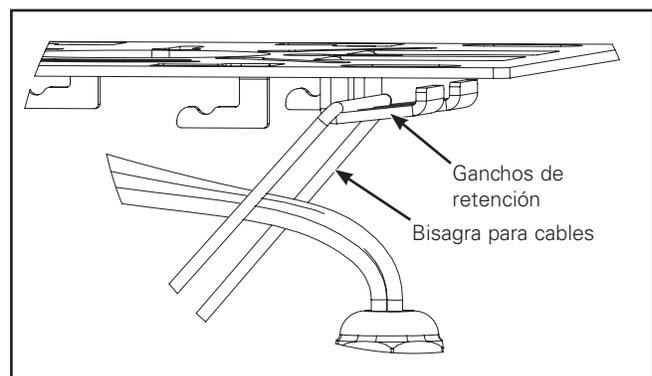

Figura 4.
5. Cuelgue la luminaria de la placa de montaje rápido por medio de la bisagra para cables. (Figura 4.)